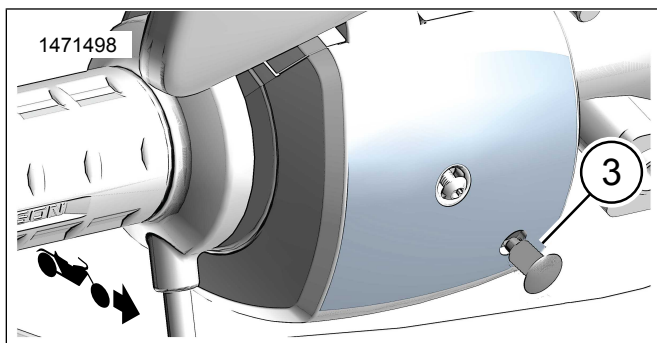

Figure 6. Fiche
6. Voir la Figure 6. Installez le **nouveau** capuchon (3).